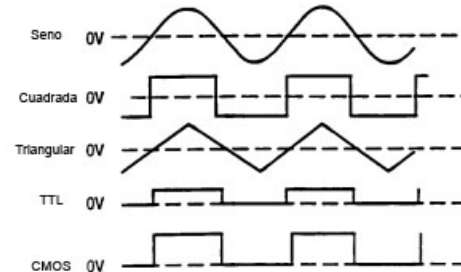

Figura 2. Formas de onda de salida y relación de fase
1. Inicialmente, verifique los switches DUTY CYCLE (17), CMOS LEVEL(15), DC OFSSET(14), - 20dB (11), y SWEEP EXT/INT (12) estén desactivados. Esto producirá una onda simétrica no afectada por el generador de barrido y otros controles.
2. Enchufe la unidad en una fuente de energía apropiada y enciéndalo oprimiendo el switch POWER (1)
3. Seleccione la onda de forma deseada (SINE, SQUARE, TRIANGLE) oprimiendo uno de los switches de FUNCTION (3). Sus relaciones de fase se muestran en la figura 2.
4. Seleccione la frecuencia de la onda de forma oprimiendo uno de los switches RANGE (2). La frecuencia de salida se mostrará, junto con las unidades de medida apropiadas, KHz, o Hz (23), on el LED indicador.
5. Gire el control COARSE (20) para fijar la frecuencia de salida rápidamente al valor deseado aproximado. El control FINE (19) puede usarse ahora para fijar el valor exacto